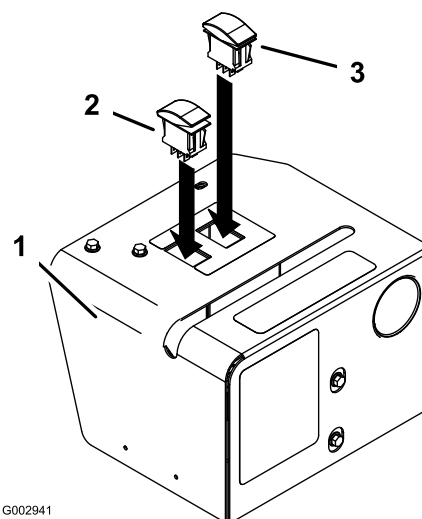

Figura 47
5. Instale los dos interruptores en los huecos rectangulares de la parte superior de la tapa (Figura 47). Instale el interruptor momentáneo (un interruptor que no se queda fijo en ninguna de las dos posiciones cuando no se está pulsando) en el orificio marcado con la señal de caudal variable y los signos más (+) y menos (–).